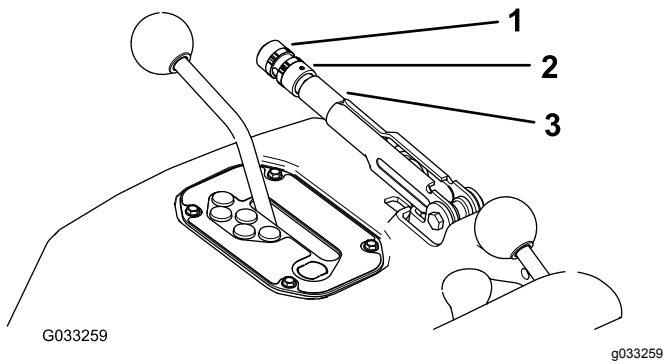

图75
2. 松开将旋钮固定到手刹操纵杆上的固定螺丝 图75。
3. 旋转旋钮图75直至达到拉动手刹操纵杆需要的2022kg的力。
4. 调整完成后拧紧固定螺丝图75。